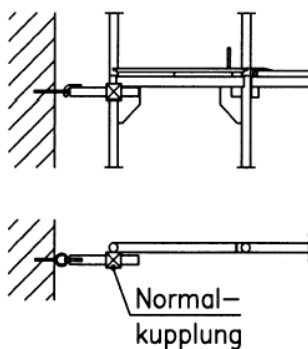

Bild 20f: Gerüsthalter
- Gerüsthalter, die unmittelbar unter den Belägen mit Normalkupplungen am Innenständer angeschlossen werden (Bild 20f).